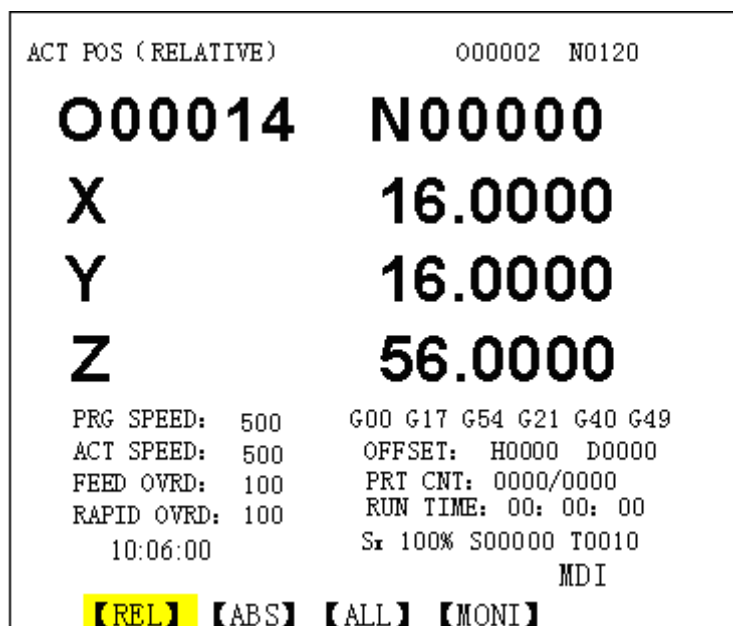

Fig. 3-1-2-1
A programação de velocidade, velocidade real, e avanço rápido, códigos G, ofsete de ferramenta, tempo de funcionamento, número de parte, avanço de eixo-árvore, ferramentas etc. podem ser exibidos em <POSITION> (posição) nos modos absoluto ou relativo (vide Fig.3-1-2-1).
1) Entre em um modo que exibe a coordenada relativa;(Fig. 3-1-2) (对应哪个图)